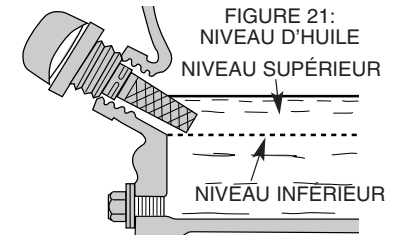

FIGURE 21:
3. Remplir le carter du moteur avec l'huile recommandée (voir page 13). Vérifier le niveau d'huile (figure 21).